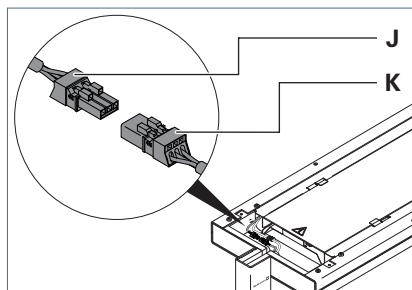

Fig. 16: Collegamento della testa dell'apparecchio, parte 2.
- Collegare la presa **J** alla spina **K** della testa dell'apparecchio d'illuminazione, vedi Fig. 16.